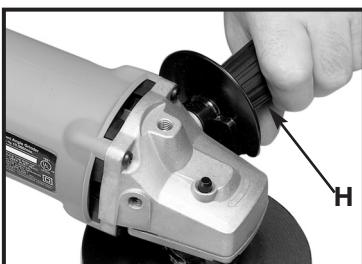

Fig. 2
Con la herramienta se incluye un mango auxiliar (H), Fig. 2, que puede instalarse en cualquier lado de la caja delantera. Este mango debe utilizarse EN TODO MOMENTO para mantener el control completo de la máquina.